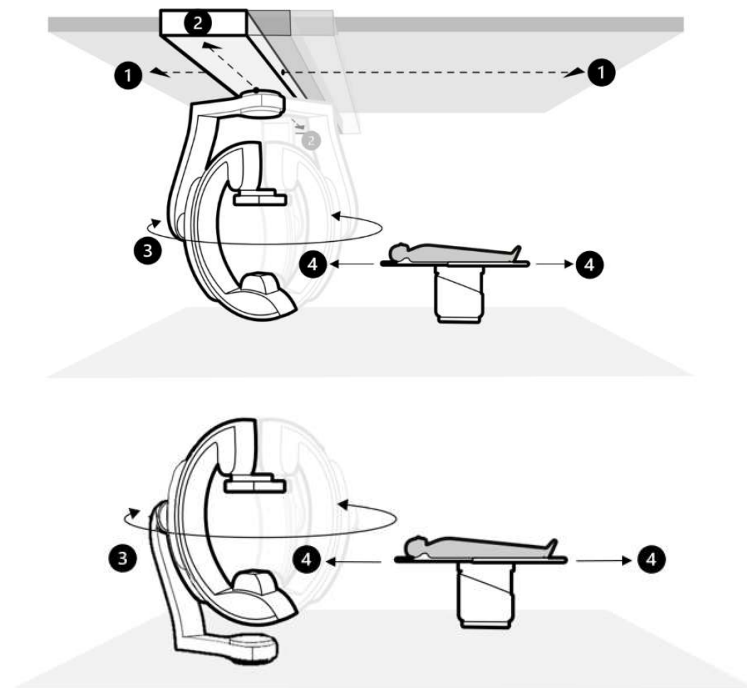

Figure 1 – Mouvements manuels du système monté au plafond (image du haut) et du système fixé au sol (image du bas)
- Dans le cas où les mouvements motorisés ne sont pas disponibles, le statif peut être repositionné manuellement à l'aide des poignées et des commandes de frein situées des deux côtés du statif. Pour les systèmes montés au plafond, des mouvements manuels longitudinaux (1), transversaux (2) et rotatifs (3) du statif restent disponibles. Remarque : les mouvements transversaux (2) du statif ne sont disponibles que pour les systèmes montés au plafond avec l'option FlexMove. Pour les systèmes fixés au sol, seuls les mouvements rotatifs (3) du statif restent disponibles. La position longitudinale de la table (4) peut être réglée manuellement, lorsque la table n'est pas inclinée (reportez-vous à la figure 1 ci-dessous).